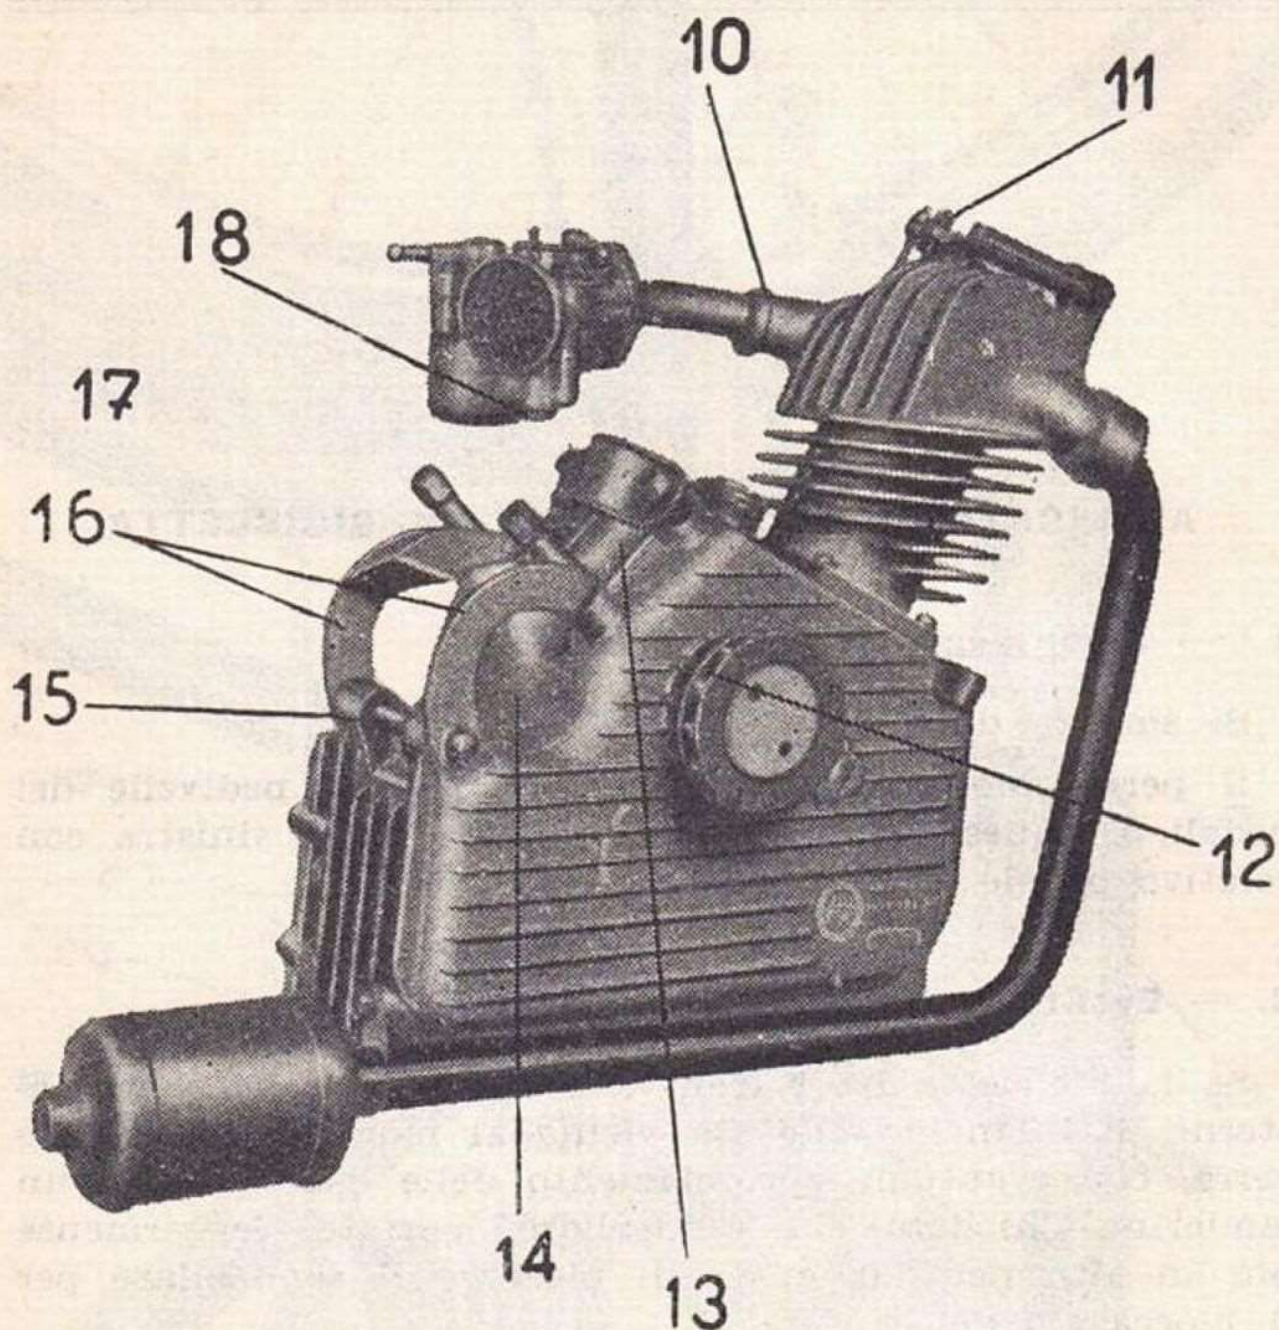

Fig. 2
3. — Applicazione del motore al telaio (fig. 2).